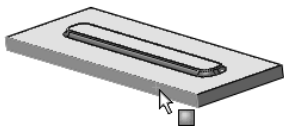

图 10-202 选择基准面
⑨ 绘制草图。在实体上选择图 10-202 所示的面作为绘图的基准面，单击“草图”控制面板中的（草图绘制）按钮，然后单击“草图”控制面板中的（转换实体引用）按钮，将选择的矩形表面转换成矩形图素，如图 10-203 所示。